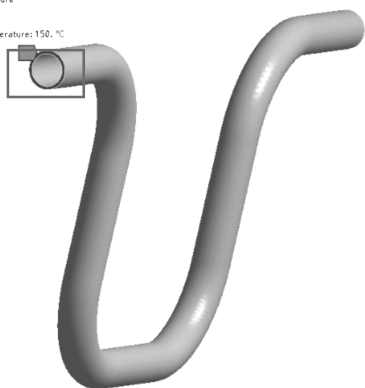

图 7-40 管一端施加加热边界
(1) 管一端施加热边界: 在标准工具栏中单击 , 选择管一端的端面, 在工具栏中单击【Temperature】, 【Temperature】→【Details of “Temperature”】→【Definition】→【Magnitude】= 150, 如图 7-40 所示。